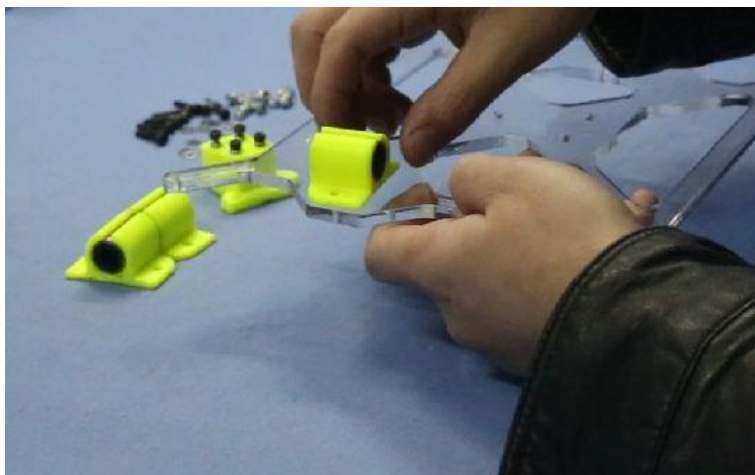

图 5-10 组装轴承座和同步带座
1) 把三个 M8 线性轴承分别安装到轴承座中，可以使用橡皮锤子将线性轴承固定到轴承座里面。将 M3 × 16mm 螺钉和 M3 螺母安装到同步带座里面，如图 5-10 所示。